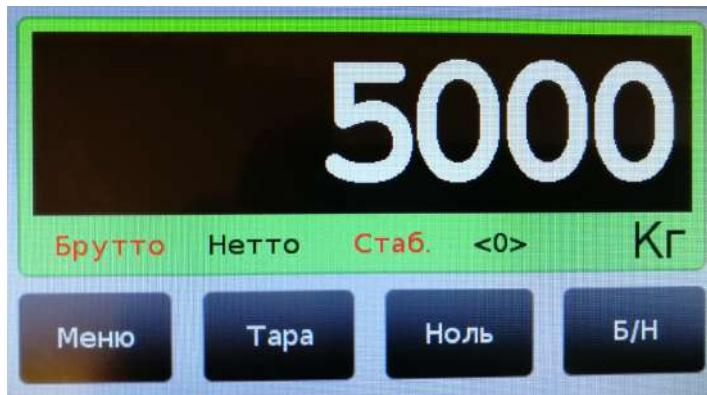
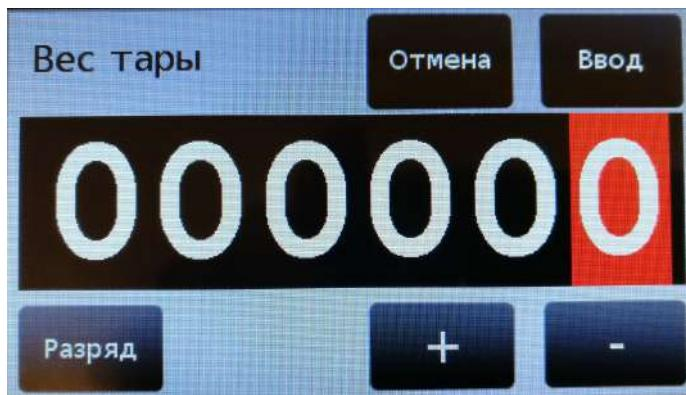

Рис. 9.1. Преобразователь в режиме измерения и индикации веса.
Рис. 10.1. Ввод значения веса тары с клавиатуры.
9.1. Дисплей Преобразователя в режиме измерения и индикации веса изображён на рис. 9.1.
Когда Преобразователь находится в режиме измерения веса **БРУТТО**, на дисплее светится индикатор «**Брутто**» (см. рис. 9.1).
- нажмите на кнопку «**Тара**», см. рис. 9.1, стр. 20. После этого значение веса тары будет запомнено и Преобразователь перейдёт в режим индикации веса **НЕТТО**, при этом показания веса обнулятся.
- нажмите на кнопку «**Тара**», см. рис. 9.1, стр. 20. После этого на дисплее появится окно для ввода значения веса тары, см. рис. 10.1, стр. 22.
10.5. Если выбран метод ввода веса тары «*Всегда выбирать*», то после нажатия на кнопку «**Тара**» (см. рис. 9.1, ст. 20) откроется окно выбора метода ввода значения веса тары, см. рис. 10.2.
11.2. Для обнуления показаний веса дождитесь «успокоения» показаний веса (загорится индикатор «**Стаб.**», см. рис. 9.1, ст. 20) и нажмите на кнопку «**Ноль**».